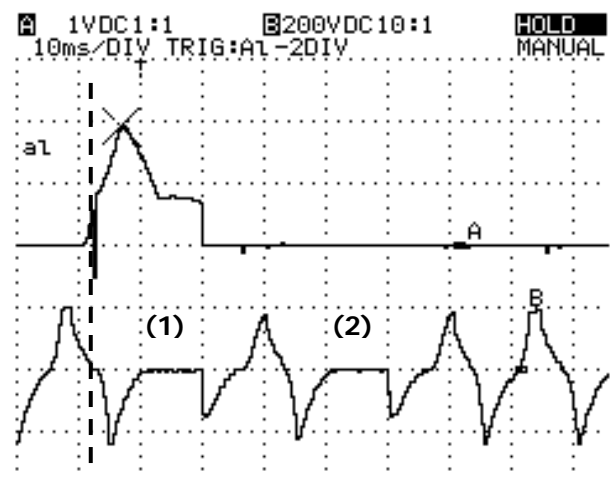

Bild 3 Zündwicklung mit Kurzschlussblechen
In Bild 3 ist der Spannungsverlauf am Eingang zur Zündbox (Kanal B = untere Kurve) und das Pickup-Signal von Zylinder 1 (Kanal A = obere Kurve) dargestellt. Das Pickup-Signal dient nur der Orientierung, man sieht den jeweiligen Zündzeitpunkt (Linie in Bild 3). Nach erfolgter Zündung bleibt der Thyristor in der Zündbox 1 so lange leitend, bis sein Haltestrom unterschritten wird. Bei leitendem Thyristor wird die positive Halbwelle (1) unterdrückt. In gleicher Weise wird die zweite fehlende positive Halbwelle (2) vom leitenden Thyristor in der Zündbox 2 unterdrückt. Zum besseren Verständnis siehe Schaltplan in *La Strega* Nr. 61, Seite 8.